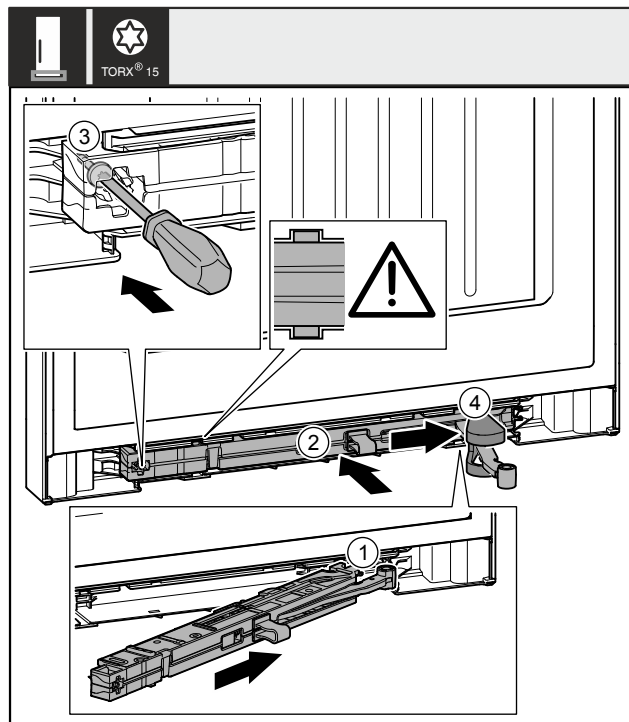

Fig. 52
- ▶ Tolja be ferdén, ütközésig a záráscsillapító egységet Fig. 52 (1) a mélyedésbe a csapágybak felőli oldalán.
- ▶ Tolja be teljesen a mélyedésbe a záráscsillapító egységet Fig. 52 (2).
- ▶ Húzza meg a csavart Fig. 52 (3) csavarhúzóval.
- ▶ Tolja rá a csuklóra a fedelet Fig. 52 (4).